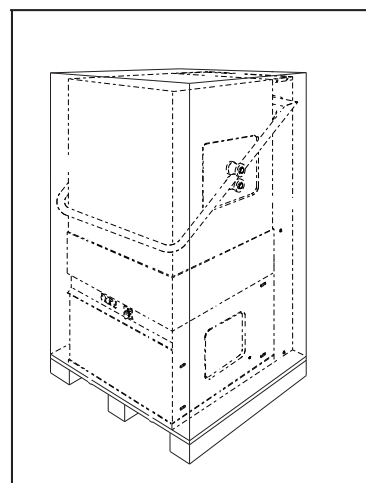

Fig. 2
1. Aprire con cautela il cartone di imballo (fig. 2).